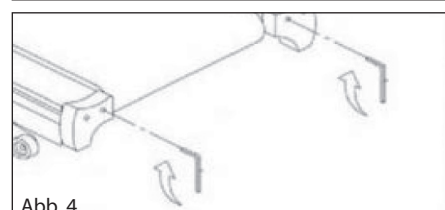

Abb. 4
2.4. Laufbandspannung straffen (Abb. 4; Abb. 5):